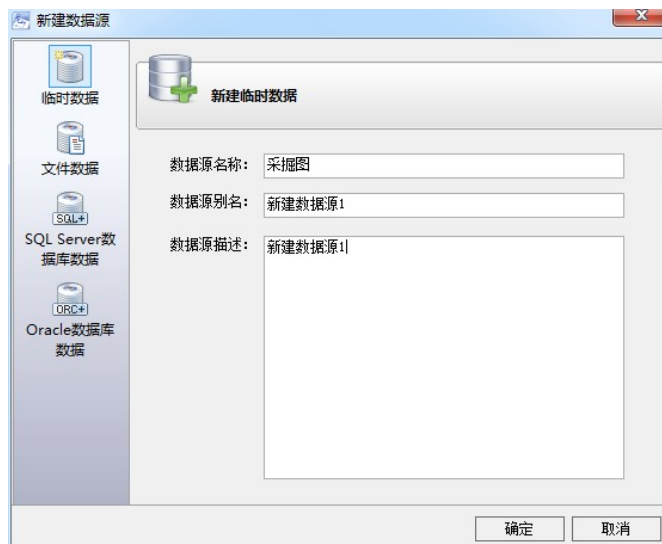

图 1-23 新建其他类型
执行菜单“文件”→“新建其他类型”命令，系统自动弹出如图 1-23 所示新建数据源对话框。用户可根据需要选择新建数据源类型。
(1) 当选择【临时数据】时，如图 1-23 所示。根据对话框中提示分别设置数据源名称、数据源别名及数据源描述，点击【确定】即可在绘图窗口中根据【数据源名称】创建新的文档。